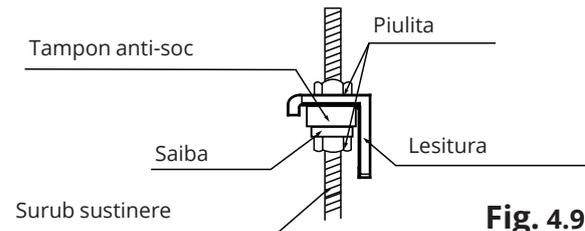

Fig. 4.9
9. Fixati unitatea interioara pe carligele de ancorare. Asezati unitatea in pozitie perfecta, dreapta si folositi polobocul pentru a va putea evita scurgerile. Fig.4.9.